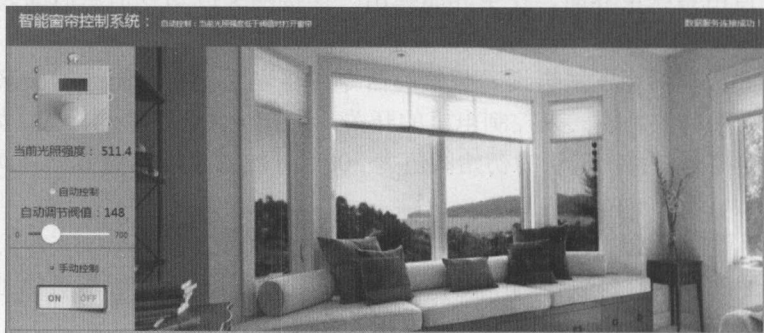

图 4.12 智慧窗帘控制系统网页端设计效果图
(2) 电脑接入互联网，或与智云 Android 开发平台设备在同一个局域网内。用谷歌浏览器（或支持 HTML5 技术的 IE10 以上版本浏览器）运行 Web 工程“SmartCurtain-Web\SmartCurtain.html”，进入智慧窗帘控制系统界面，在主界面右上角显示“数据服务连接成功！”消息后即表示连接到智云服务中心，在左侧栏会实时地显示当前光强值，在左侧可选择自动控制模式并设置光强阈值，也可以选择手动控制模式来控制电机的开关，如图 4.12 所示。